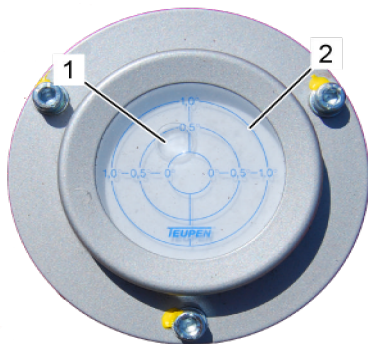

Fig. 90: Niveau
6. ➔ Contrôler l'alignement avec le niveau (Voir la Fig. 90) (N° de réf. 4001/0280). La bulle (Voir la Fig. 90/1) du niveau doit se trouver dans le cercle 1° (Voir la Fig. 90/2).